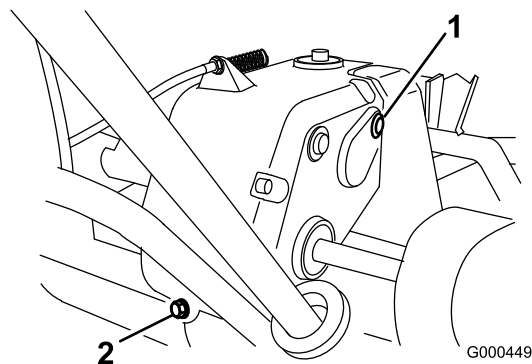

Figura 29
2. Retire el tapón de verificación/llenado del lado derecho de la transmisión (Figura 29).